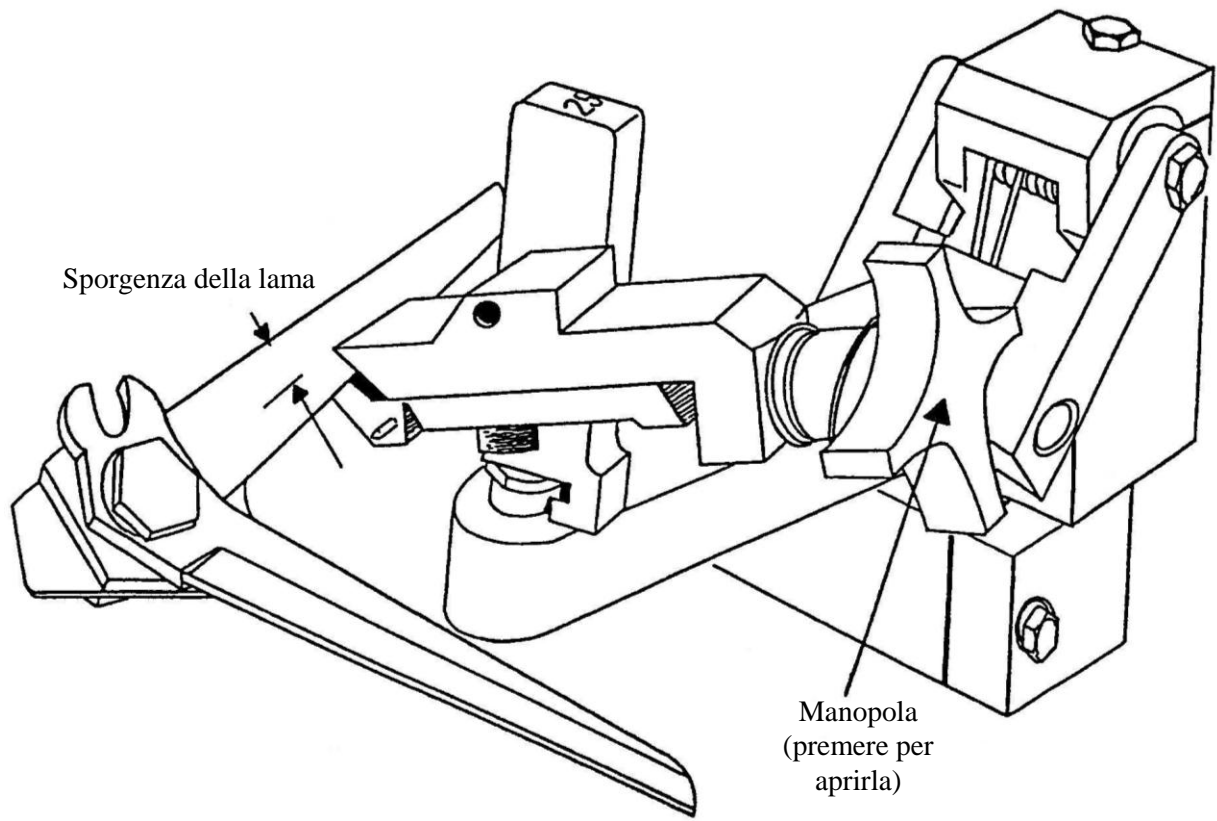

Figura 11A
Per aprire il bloccalama, allentare e premere verso il basso la manopola. Centrare la lama della cesoia nel bloccalama come illustrato nella Figura 11A. Per la maggior parte delle cesoie, inclusa l'Airshirz®, si può utilizzare la prima tacca (A). Per cesoie e coltelli con lama più grande e più larga è necessario inserire la lama a fondo nel bloccalama, fino alla tacca (B), per posizionarla sotto alla guida della mola e procedere alla rettifica.
#### 8.4.4 Blocco della lama - Segue (vedi Figura 11A)